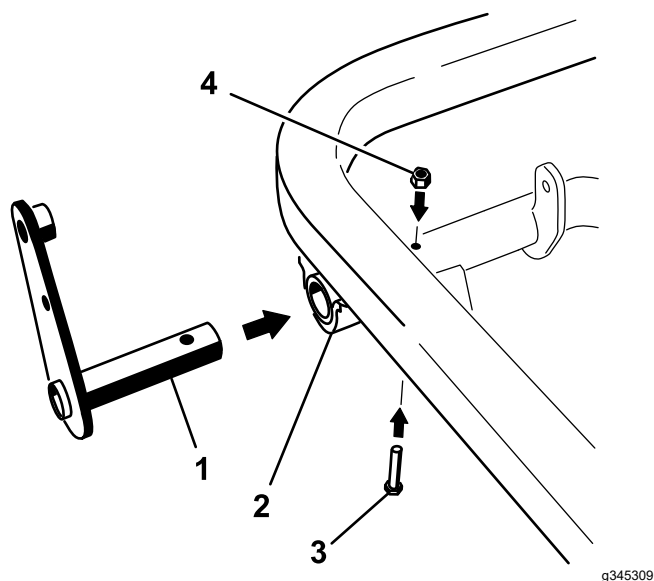

Figura 13
1. Infilate la colonnetta che sporge dal gruppo leva all'interno dell'estremità sinistra del tubo orientabile e, passando attraverso il tubo orientabile, fissatela mediante un bullone (5/16" x 2") e un dado di bloccaggio (5/16") (Figura 13).
3. Serrate il bullone orientabile centrale (elemento 4 in Figura 13) a una coppia di 20-25 Nm.